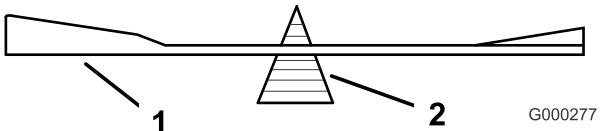

Bild 78
2. Überprüfen Sie die Auswuchtung des Schnittmessers auf einer Ausgleichsmaschine (Bild 78). Wenn das Schnittmesser in seiner horizontalen Position bleibt, ist es ausgewuchtet und kann wiederverwendet werden. Feilen Sie, wenn das Schnittmesser nicht ausgewuchtet ist, vom Flügelbereich des Messers etwas Metall ab (Bild 79). Wiederholen Sie diesen Vorgang, bis das Messer ausgewuchtet ist.